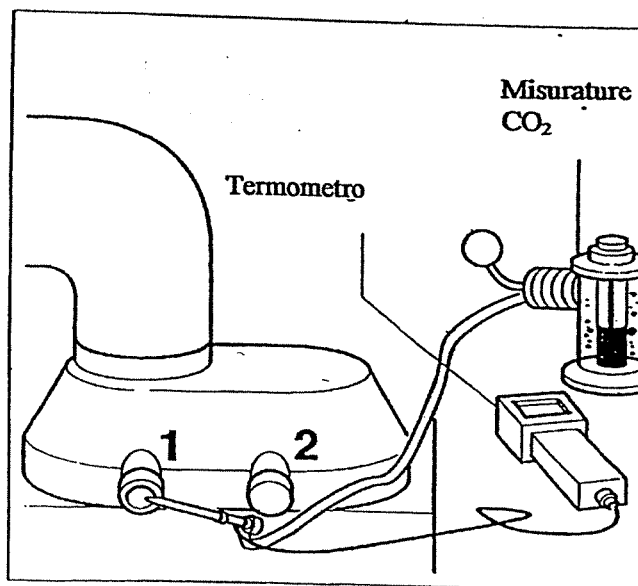

Fig. 33 Punti di misurazione
- ◆ Svitare il tappo a vite (Fig. 33) corrispondente sul raccordo per l'apporto aria/scarico gas e, dopo aver effettuato la misurazione, riavvitarlo.
$t_A$  = temperatura gas di scarico, lordo (punto di misurazione Fig. 33, punto 1)
$t_L$  = temperatura dell'aria (punto di misurazione Fig. 33, punto 2)
$CO_2$  = contenuto di anidride carbonica (punto di misurazione Fig. 33, punto 1)
### Contenuto di diossido di carbonio (punto di misurazione Fig. 33, punto 1)